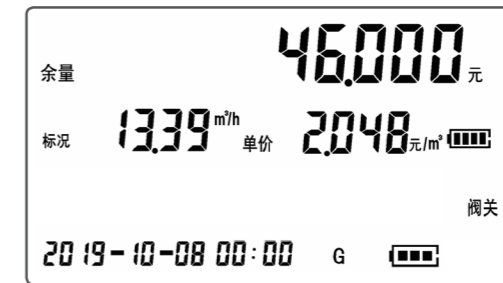

图 24
6.1.12 只接低频信号输入时，不显示温度和压力，第一屏界面如图 24 所示